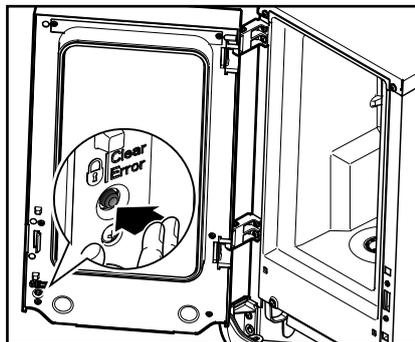

Abb. 22
2. Drücken Sie den SCHLOSS/ Clear-Error Schalter um die Getränkeausgabe zu blockieren. (Abb. 22)
3. Drücken Sie zum Entsperren des Geräts erneut den SCHLOSS/ Clear-Error Schalter um die Getränkeausgabe wieder freizugeben. (Abb. 22)